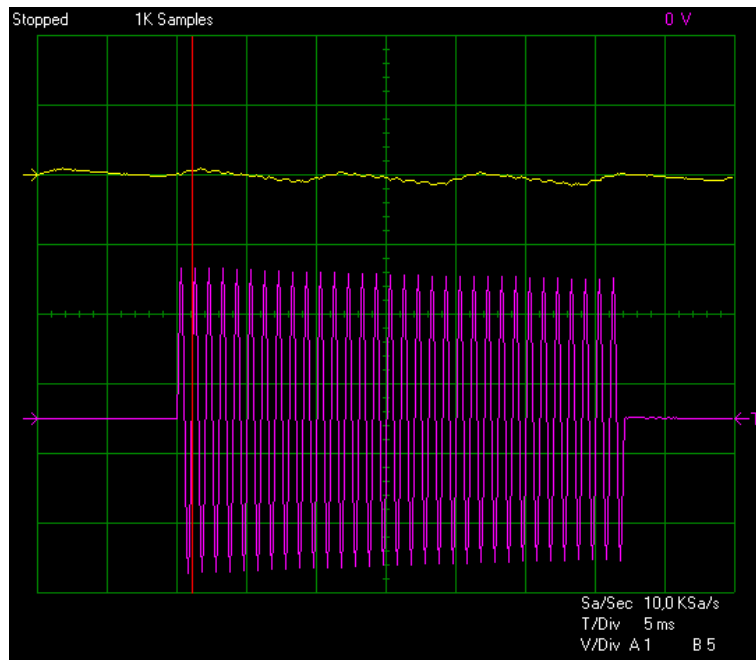

Bild 6 Ausgangssignal bei $C1 = 68 \mu\text{F}$, $C2 = 10 \mu\text{F}$, $R = 0$, oben U1
5) Der Ladekondensator C1 wird umschaltbar gemacht. Der interne, ursprünglich mit 100 μF sehr groß dimensionierte Ladekondensator wird abgetrennt. Dafür wird außen provisorisch eine Box mit Drehschalter und sechs kleineren Elkos (10, 15, 22, 33, 47, 68 μF) angeschaltet. Es zeigt sich deutlich: Je kleiner C1 ist, desto stärker wird die 100-Hz-Modulation. Sie macht sich vor allem bei Übersteuerung bemerkbar. Die Kompression nimmt mit kleineren Kondensatoren etwas zu. **Bild 6** zeigt den Effekt mit C1 = 68 μF , die Versorgungsspannung U1 (oben) ist von sehr schwachem 100-Hz-Brumm überlagert. Von